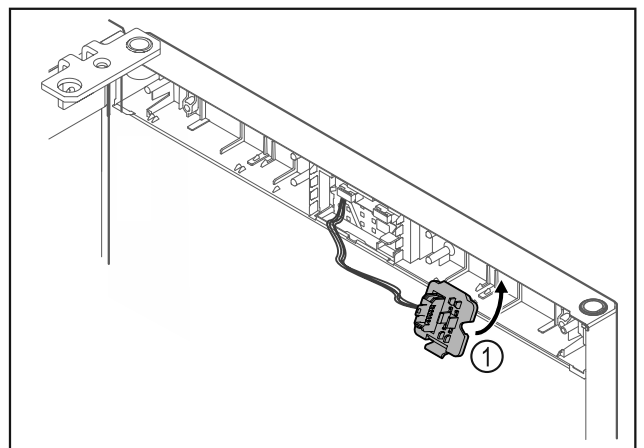

Fig. 21
- Zaistite držiak zástrčky Fig. 21 (1) na opačnej strane.